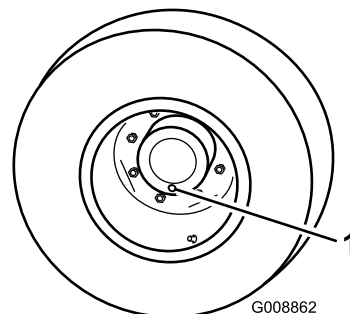

Figure 83
1. Placez la machine sur une surface plane et horizontale et tournez une roue de sorte que l'un des bouchons de contrôle se trouve à la position la plus basse (6 heures) (Figure 83).